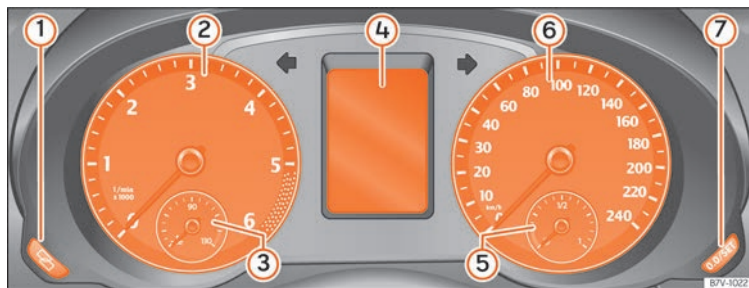

Fig.120 Quadro strumenti nel cruscotto.
Spiegazioni sugli strumenti » **fig. 120:**
① Pomello di regolazione dell'ora¹⁾.
- Per proseguire con la regolazione, premere il tasto **[0.0 / SET]** » **fig. 120 (7)**. Per far scorrere i numeri rapidamente, mantenere premuto il tasto.
② Contagiri [del motore in marcia, in migliaia di giri al minuto].
Il contagiri offre, insieme all'assistente cambio marce, la possibilità di utilizzare il motore del veicolo ad un regime di giri adeguato. Quando la lancetta del contagiri entra nel settore rosso » **fig. 120**, significa che il motore, rodato e caldo, ha raggiunto il numero di giri massimo per la marcia inserita. Si consiglia quindi, prima di raggiungere tale settore del contagiri,
Nel cruscotto » **fig. 120** ⓘ possono essere visualizzate informazioni diverse, in funzione della dotazione del veicolo:
L'indicazione della manutenzione appare sul display del quadro strumenti » fig. 120 ④.